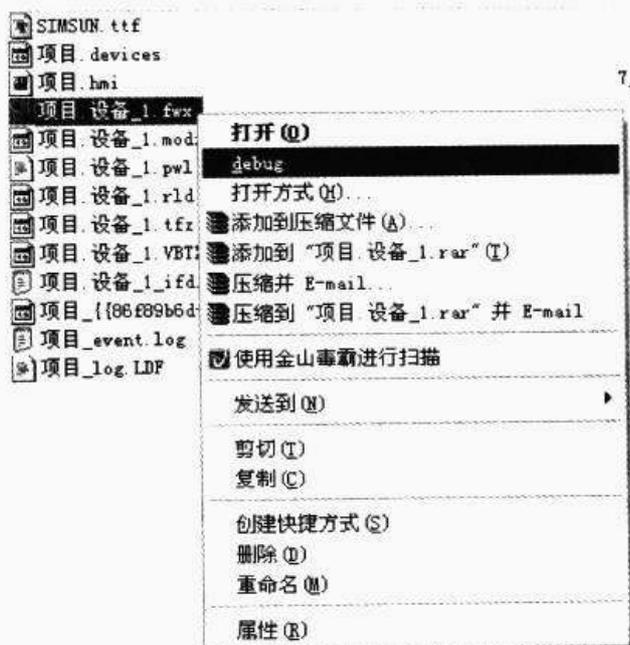

图 12-11 启动脚本调试器
① 在 Windows XP 中的“开始”菜单中选择“运行”选项,输入“HmiRtm”,并选择需要装载的组态文件。
② 在 Windows XP 资源管理器中,选择编译好的项目文件,右击后选择“调试”选项。如图 12-11 所示。